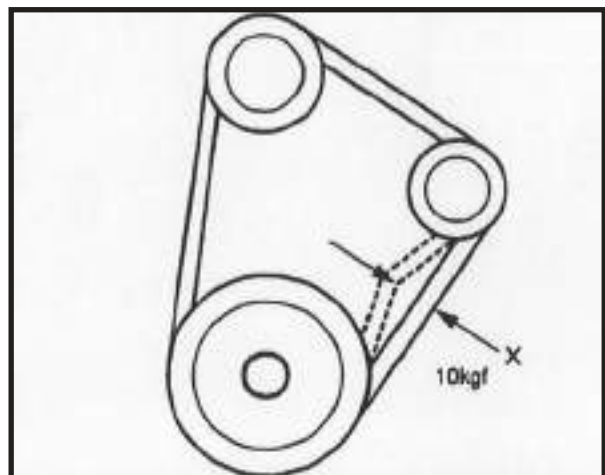

Fig. 67
- Aflojar el tornillo (171)
- Aflojar la contratuerca (172)
- Mover el alternador hasta alcanzar la tensión correcta. La tensión correcta debe presentar una deflexión aproximada de 12 mm., con una fuerza de 10 Kg, aplicada en el centro del ramal (Fig. 67)
- Apretar la contratuerca (172) y tornillo (171)